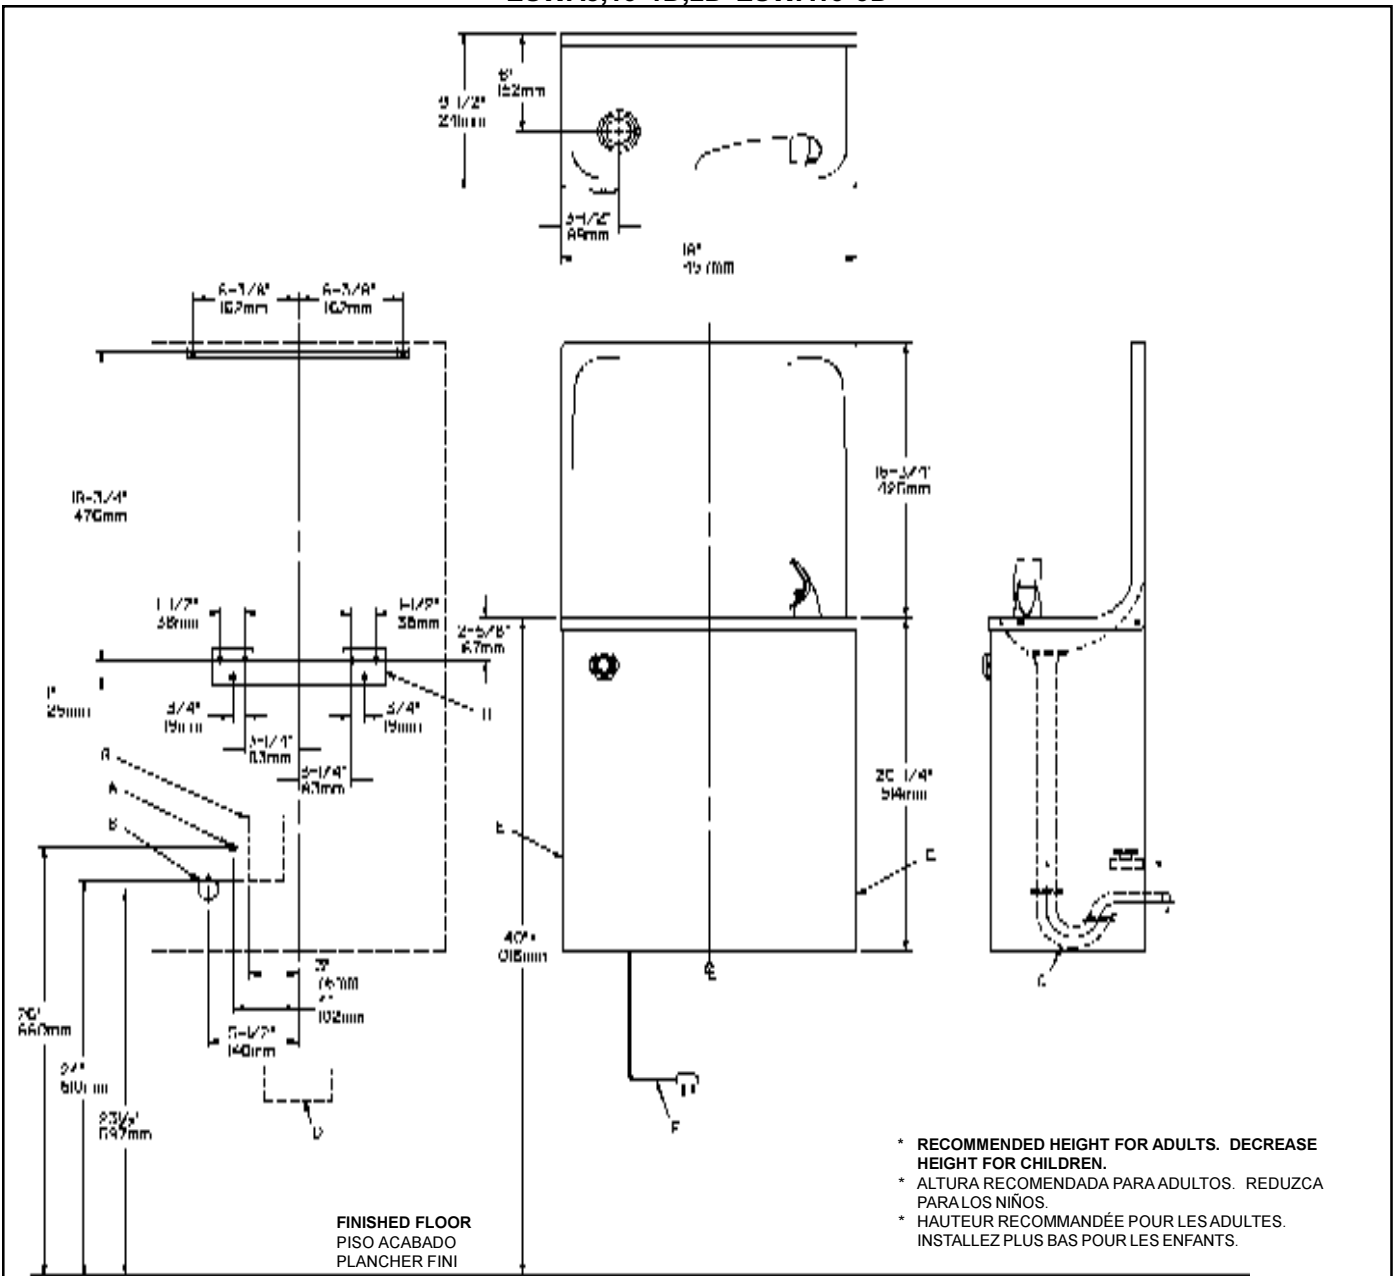

FIG. 2
- 2) Mount the hanger brackets and trap as shown in Figure 2.
- Anchor hanger securely to wall using all six (6) 1/4 in. dia. mounting holes.
- 2) Monte los fijadores de suspensión y el purgador mostrado en la Fig. 2.
- Ancle el suspensor de forma segura a la pared usando todos los seis (6) agujeros de montaje de 1/4" de diámetro.